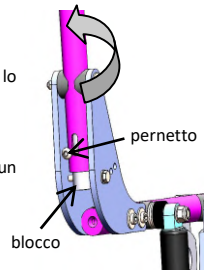

fig. 28: Montante schienale
- **Montanti schienale: inserimento/disinserimento** (fig. 28)